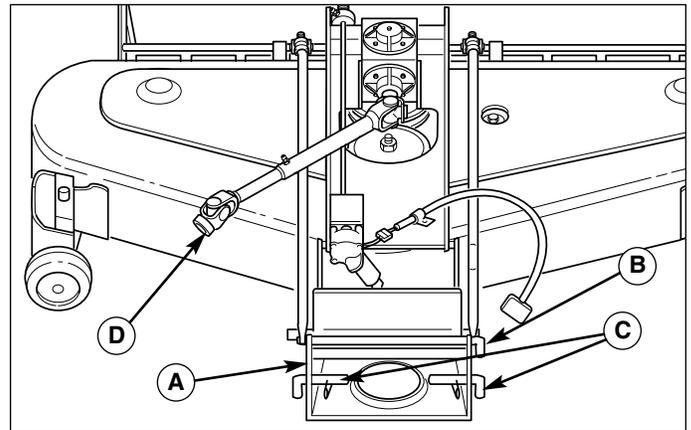

Figure 9. Cloche d'attelage avant et axes
10. Installer la cloche d'attelage (A, figure 9) sur la tondeuse.
11. Assujettir la cloche d'attelage au tracteur au moyen des deux axes courts (C, figure 9) et goupilles de sûreté.
12. Assujettir la cloche d'attelage (A, figure 9) à la tondeuse au moyen de l'axe long (B) et de la goupille de sûreté.